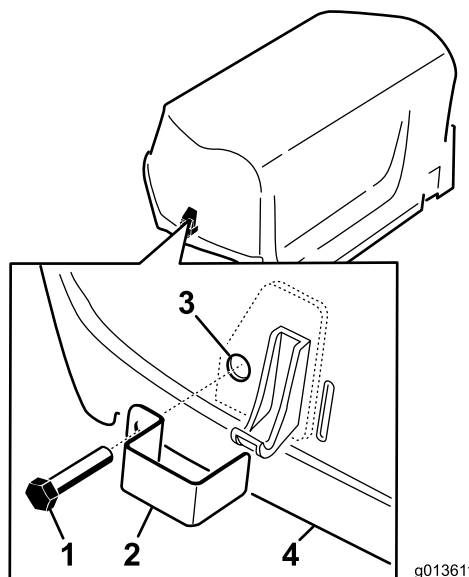

図 15
2. タップボルト合計2本で、フードラッチ図 15にラッチロックを取り付ける。